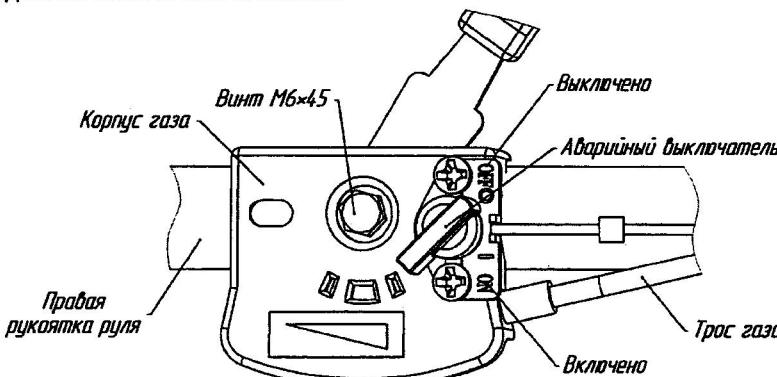

Рис.13 Механизм управления дроссельной заслонкой (газом) двигателя.
- установить ручку газа на рукоятке руля в положение "O" ("СТОП") (рис.11) или аварийный выключатель в положение "OFF" (рис.13);